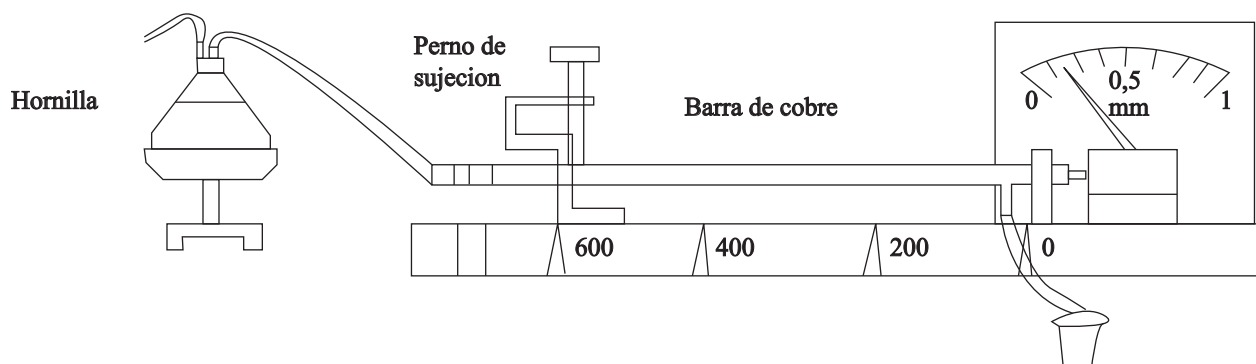

Figura 4.1: Esquema de montaje para la dilatación lineal de una varilla
3. Armar el equipo como se muestra en la Figura 4.1, notar que el tubo tiene para fijar tres longitudes.